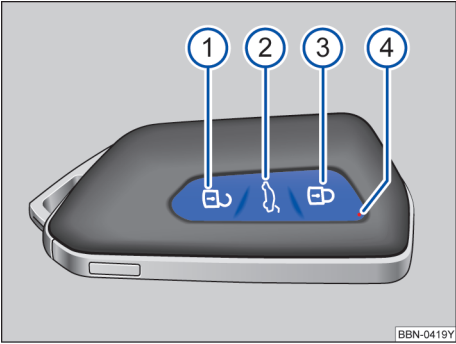

图 44 遥控钥匙
如用另一把钥匙在车外闭锁汽车，则车内的钥匙将被锁止，无法起动发动机→第 95 页。如需使车内钥匙获得许可起动发动机，则可按压车内钥匙上的 ⑥ 按钮→图 44